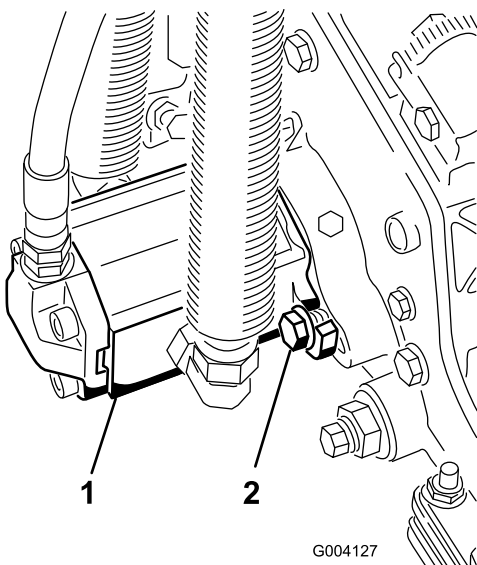

図 15
11. モータを手を持ち、右回りにひねってモータのフランジをキャップスクリュから逃がしながら、キャップスクリュにモータをセットする 図 15。